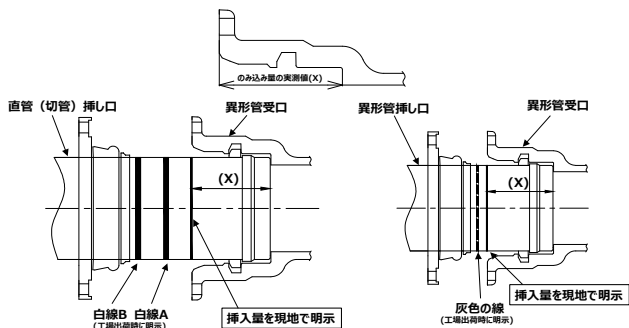

図26 挿入量の明示
挿し口を受口へ挿入する前に、異形管受口端面から受口奥部までの、のみ込み量の実測値 (X) を測定する。それを挿し口の挿入量 (X) として挿し口外面全周に白線で明示する (図26参照)。